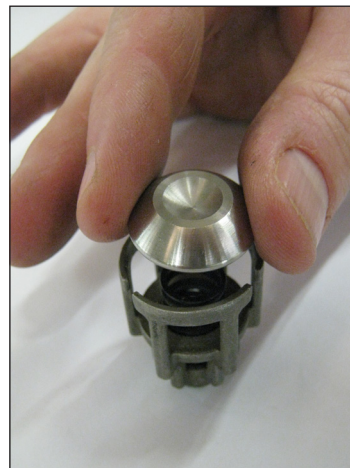
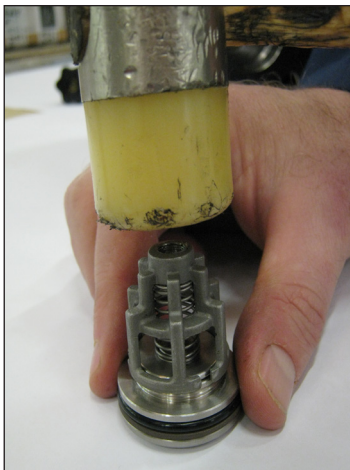

Abb. 24
Abb. 25
**1 Achten Sie beim Wiedereinbau der Saug- und Druckventilgruppen (Abb. 24, Abb. 25) unbedingt darauf, die Federn auf Saugseite nicht mit den vorab ausgebauten Federn auf Druckseite zu verwechseln:**